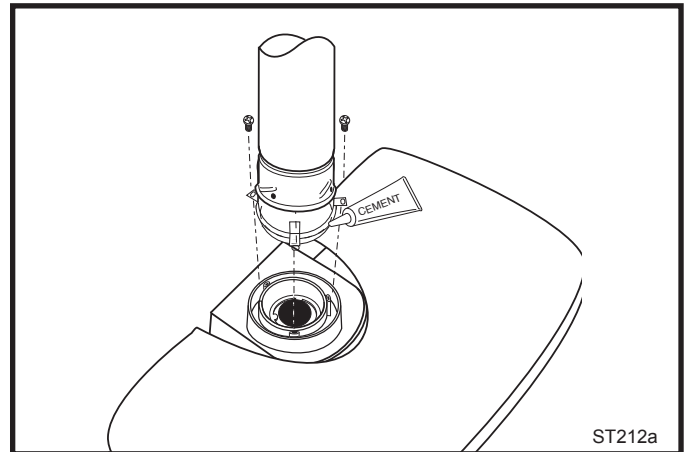

Fig. 19 Fixez l'ensemble intérieur au collier de fumée.
- Appliquez un cordon de mastic autour de l'extrémité inférieure de l'amorce de conduit et fixez l'ensemble à l'appareil au moyen des trois vis à empreinte cruciforme de 1/4-20 x 3/8 po contenues dans le sac de pièces. (Fig. 19)